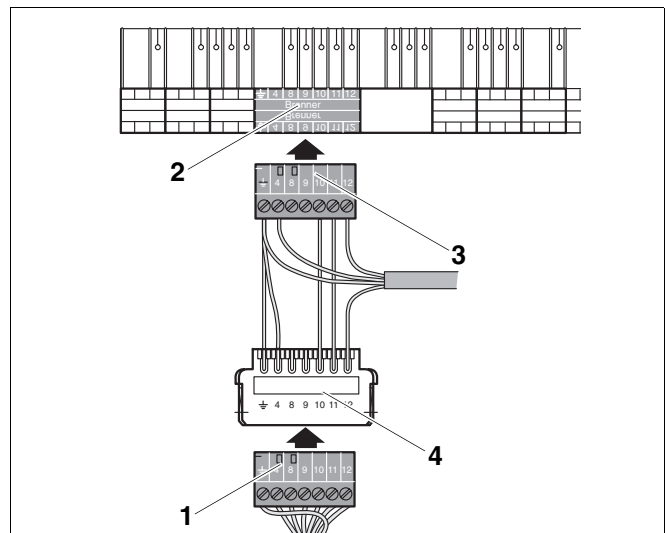

Abb. 18 Schematische Darstellung Anschlusssituation
- Grünen Stecker des Brennerkabels (Abb. 18, **Pos. 1**) vom Steckplatz (Abb. 18, **Pos. 2**) im Regelgerät abziehen.
- Grünen Stecker des Trenntrafos (Abb. 18, **Pos. 3**) in den Steckplatz des Brennerkabels im Regelgerät (Abb. 18, **Pos. 2**) einstecken.
- Grünen Stecker des Brennerkabels (Abb. 18, **Pos. 1**) in die weiße Steckbuchse (Abb. 18, **Pos. 4**) des Trenntrafoanschlusskabels einstecken.